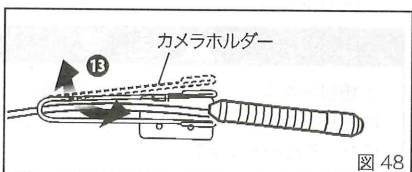

図 48
- ⑬付属のカメラホルダーを少し開き、ケーブルを通します。（図 48）